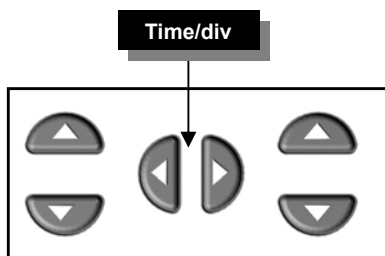

Fig 47
- Press the ◀ or ▶ cursorkeys to change the timebase (time/div). (Fig 47).
2. Changing the timebase (fig. 47):
- Wijzig de tijdbasis (time/div) met de ◀ of ▶ cursortoetsen (Fig 47).
2. Wijzigen van de tijdsbasis (fig. 47) :
- Ajustez la base de temps (time/div) avec les touches du curseur ◀ et ▶ (Fig 47).
2. Réglage de la base de temps (fig. 47) :
- Drücken Sie auf ◀ oder ▶ um die Zeitbasis zu ändern (Zeit/Div). (Abb. 47).
2. Ändern der Zeitbasis (fig. 47) :